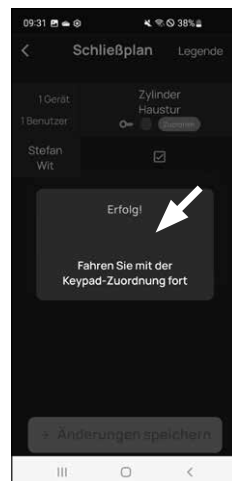

Abb. 6
- ⑦ Die Daten werden übertragen. Nach einem kurzen Moment erhalten Sie eine Bestätigung und gleichzeitig die Aufforderung, als nächstes die Tastatur zuzuordnen. Tippen Sie auf die Bestätigungs-Meldung (Abb. 6).